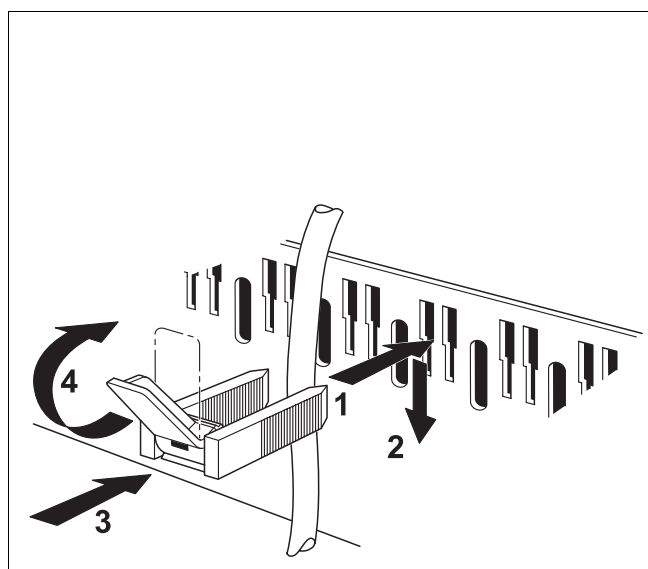

Рис. 7 Кабельный ввод и фиксатор провода
- Вставьте фиксаторрис. 7 с вложенным в него проводом, сверху в вырезы рамки так, как это показано на (рис. 7, шаг 1).
- Сдвиньте фиксатор провода вниз (рис. 7, шаг 2).
- Нажмите (рис. 7, шаг 3).
- Поверните рычажок вверх (рис. 7, шаг 4).